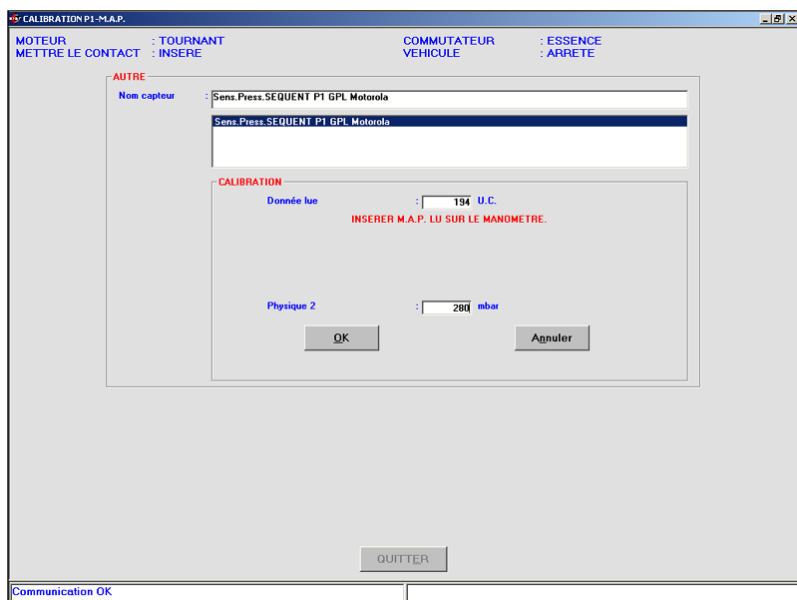

Fig. 5.15: Mise au point – calibrage M.A.P. par manomètre extérieur, introduction deuxième valeur
6. Sous la rubrique Physique 2 insérer la valeur en mbar lue par le manomètre (ou par l'outil diagnostique) utilisé et appuyer sur OK (voir figure 5.15).